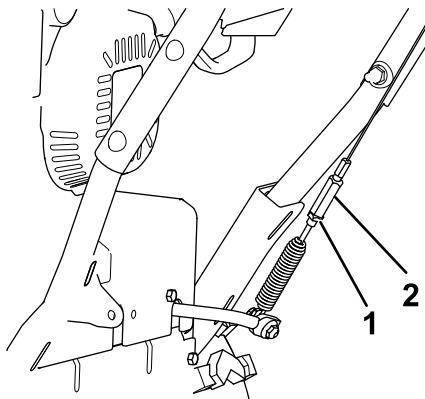

Figure 30
5. Desserrez l'écrou de blocage (**Figure 30**).
6. Desserrez ou serrez le tendeur de réglage de la tension du câble (**Figure 30**).